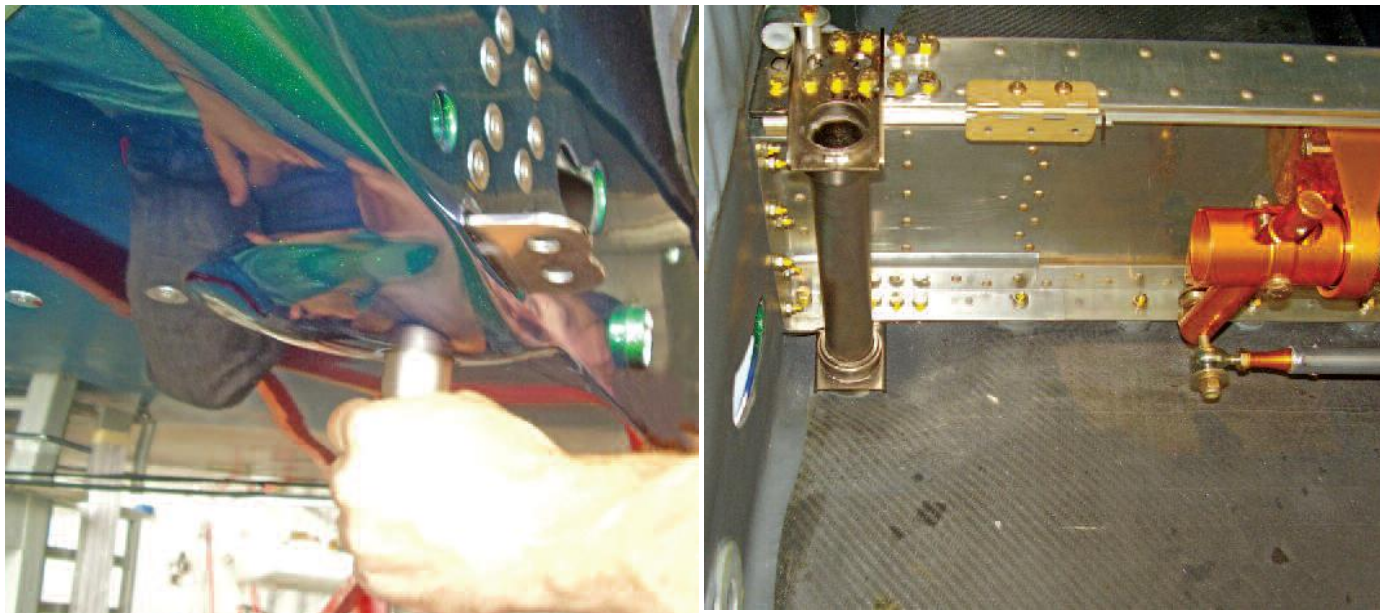

Figura 32.10.6 – Encaixe da estrutura do trem de pouso
4. Encaixar a estrutura do trem de pouso principal, conforme figura 32.10.6